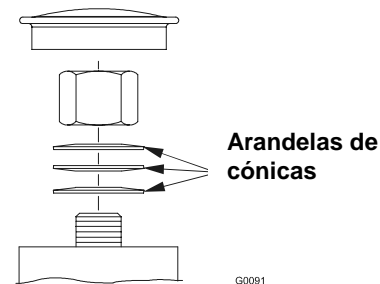

FIGURA 14
- h) Ponga la palanca de control de movimiento izquierda en la posición neutral. Ajuste el largo de la varilla de control de la bomba izquierda girando la doble tuerca en la varilla en la dirección apropiada, hasta que las ruedas tengan un leve arrastre hacia reversa. (Vea Figura 14). Mueva la palanca de control de movimiento a la posición reversa y aplicando presión de manera leve, permita que el resorte del indicador de reversa lo devuelva a la posición neutral. La rueda debe detenerse o tener un leve arrastre hacia reversa. Cuando completa el ajuste, apriete las tuercas bloqueadoras de la rotula.
- i) Ponga la palanca de control de movimiento derecha en la posición neutral. Ajuste el largo de la varilla de control de la bomba derecha girando la perilla de ajuste de trayectoria en la dirección apropiada, hasta que las ruedas tengan un leve arrastre hacia reversa. Mueva la palanca de control de movimiento a la posición reversa y aplicando presión de manera leve, permita que el resorte del indicador de reversa lo devuelva a la posición neutral. La rueda debe detenerse o tener un leve arrastre hacia reversa. (Vea Figura 14)